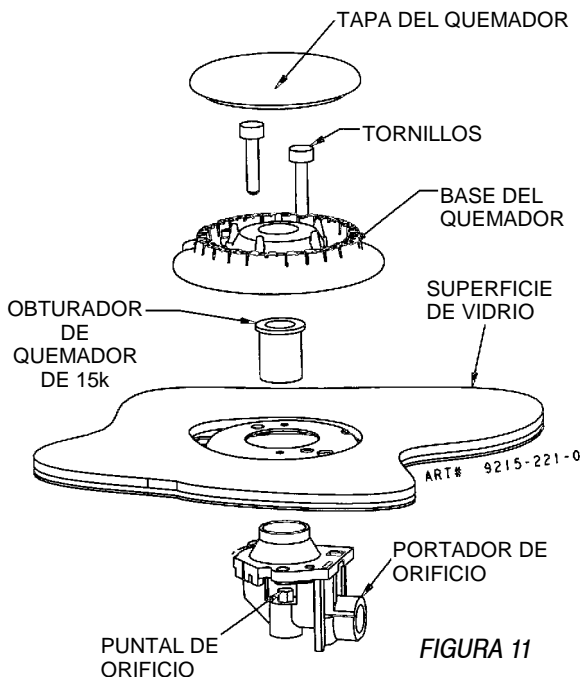

FIGURA 11
**Paso 7:** Coloque el obturador del quemador de 15k en el portador de orificio central. (Vea la figura 11) .